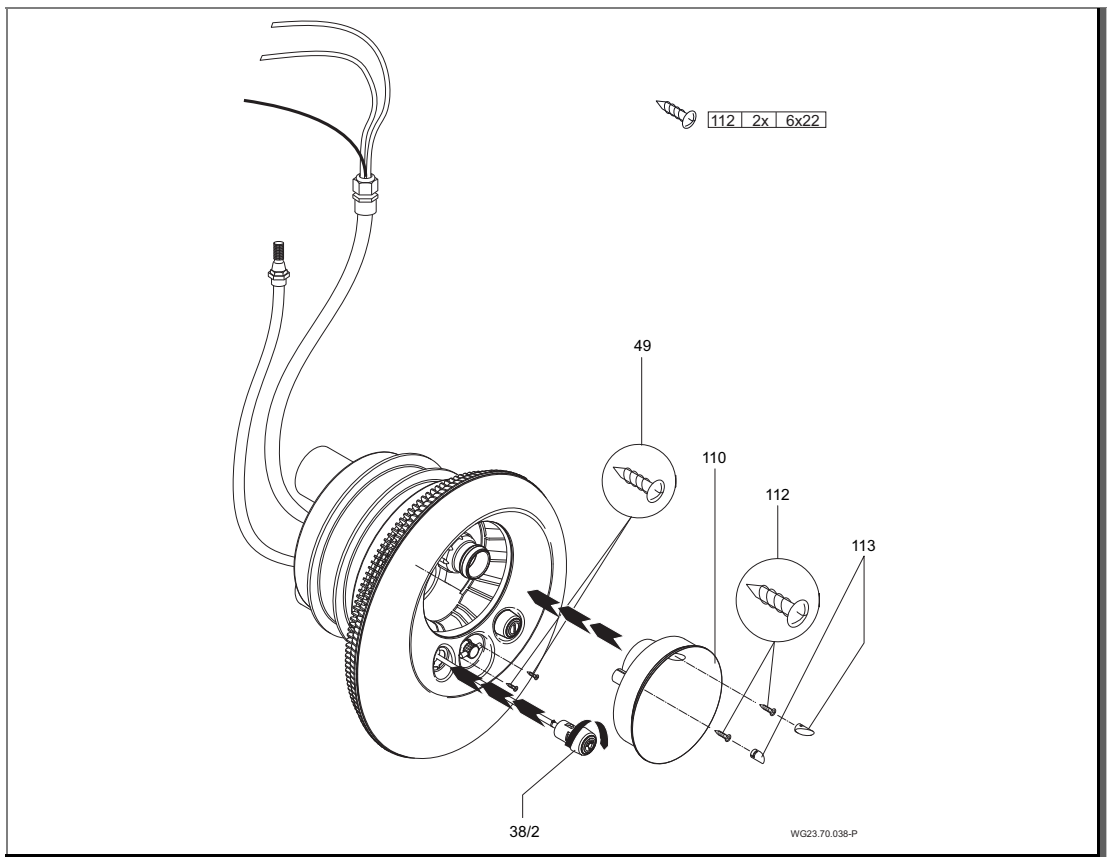

Fig. 19
8. Appliquer le cache en acier inoxydable (93) sur le boîtier d'aspiration (107) puis le fixer à l'aide des deux vis (49) sur le boîtier des buses. Passer les deux boutons pneumatiques à travers l'enjoliveur dans le corps de buse et les verrouiller en les tournant dans le sens des aiguilles d'une montre. (Fig. 19)
9. La fixation du capot de lumière (110) offre une fixation supplémentaire du cache en acier inoxydable (93). Pour ce faire, emboîter le capot de lumière (110) au-dessus de la buse sphérique (54) dans le boîtier des buses (102.1) puis le fixer à l'aide des deux vis (112). (Fig. 19)